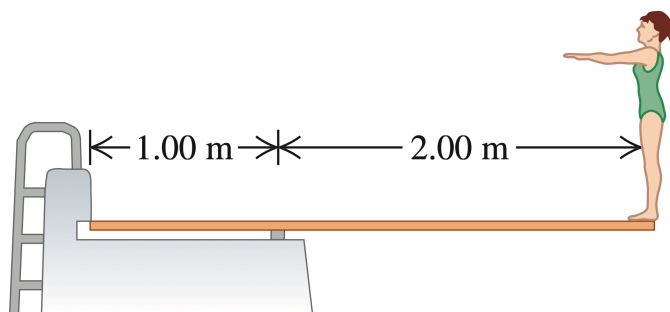

Figura 14: Figura de referencia.
11. Un trampolín de 3 m de longitud se apoya en un punto a 1 m del extremo fijo, y una clavadista que pesa 500 N se pone de pie en el extremo libre (figura 14). El trampolín tiene sección transversal uniforme y pesa 280 N.